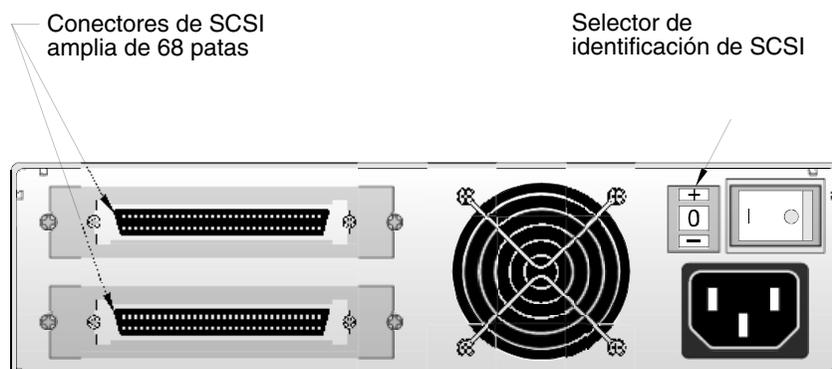

FIGURA 11. Panel posterior de la unidad de cinta externa
Cada dispositivo SCSI en el bus debe tener su propia identificación exclusiva. La unidad de cinta externa se envía con una identificación de SCSI predeterminada de 6. Si algún otro dispositivo SCSI en la cadena de SCSI ya está usando esta identificación, use el interruptor de selección de identificación de SCSI en la parte posterior de la unidad para cambiar la identificación de SCSI de la unidad (consulte la Figura 11 en la página 39).
Las unidades de cinta externas tienen dos conectores blindados de 68 patas en el panel posterior (consulte la Figura 11 en la página 39). Se puede usar cualquiera de los dos conectores para conectar la unidad al equipo host o a otro dispositivo SCSI.
2. Conecte el cable de SCSI del adaptador host de SCSI o de otro dispositivo SCSI sin terminación a cualquiera de los conectores SCSI de 68 patas en la parte posterior de la unidad de cinta externa (consulte la Figura 11 en la página 39).
3. Conecte el cable de SCSI con el adaptador a cualquiera de los dos conectores SCSI de 68 patas en la parte posterior de la unidad de cinta externa (consulte la Figura 11 en la página 39).
1. Conecte un cable de alimentación al conector de alimentación de corriente alterna en la parte posterior de la unidad de cinta externa (consulte la Figura 11 en la página 39).
2. Use el interruptor de encendido/apagado (On/Off) en la parte posterior de la unidad de cinta externa para encenderla (consulte la Figura 11 en la página 39). La unidad de cinta externa realizará la autoprueba de encendido aproximadamente durante 5 segundos. Cuando la unidad pasa la prueba, los tres diodos emisores de luz del panel anterior deberán estar en OFF (apagados).